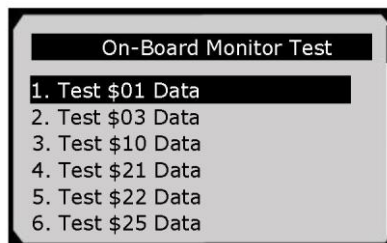

Рисунок 5-28
5) В меню **On-Board Monitor Test [Проверка бортовых мониторов]** с помощью **кнопок прокрутки вверх/вниз** выберите для просмотра необходимые результаты диагностики, а затем нажмите **кнопку ОК**. См. рисунок 5-28.